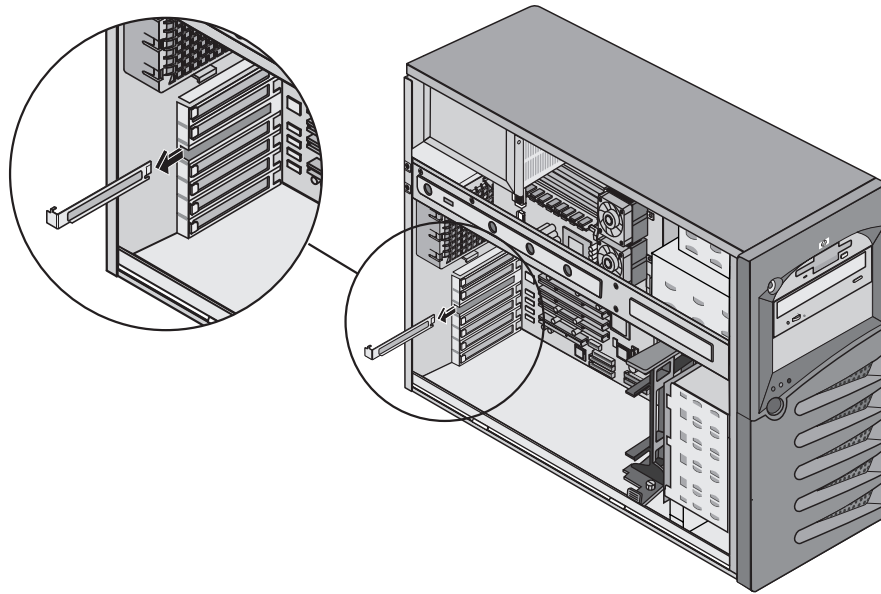

Abbildung 2-22: Entfernen der Steckplatzabdeckung
8. Ziehen Sie die PCI-Steckplatzabdeckung an der Rückseite des Gehäuses heraus (siehe Abbildung 2-22).